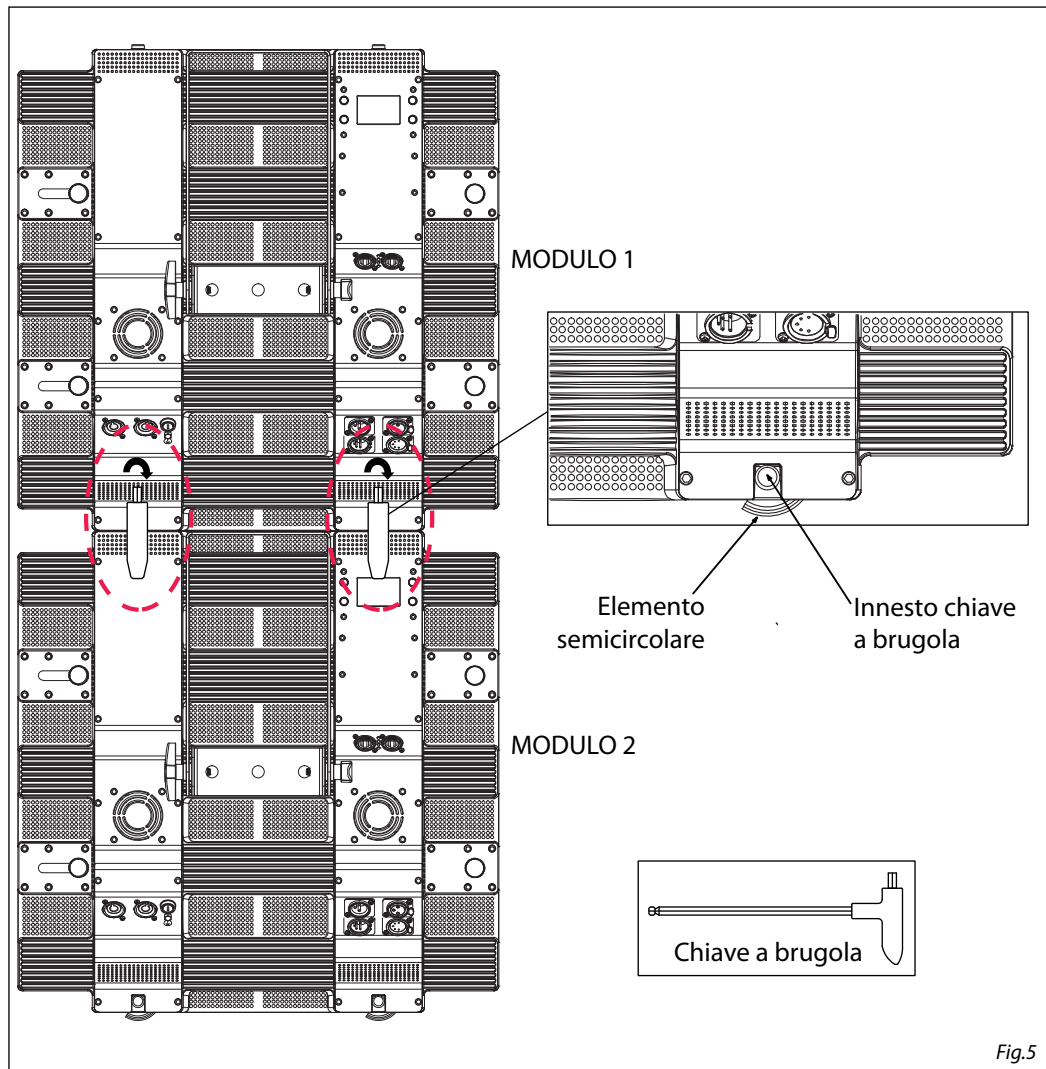

Fig.5
2. Inserire la chiave a brugola (in dotazione) nella relativo innesto e girare in senso orario per estrarre l'elemento semicircolare. In questo modo il modulo viene fissato saldamente in posizione e i due moduli risultano congiunti correttamente (fig.5).